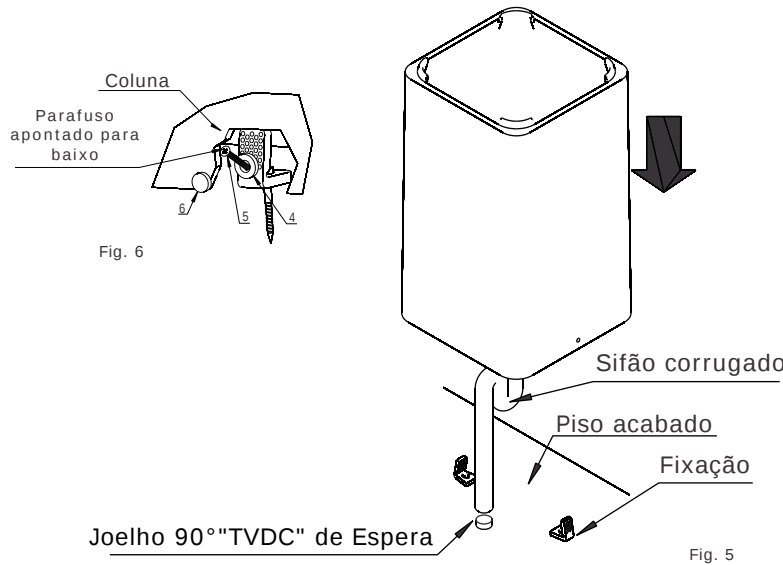
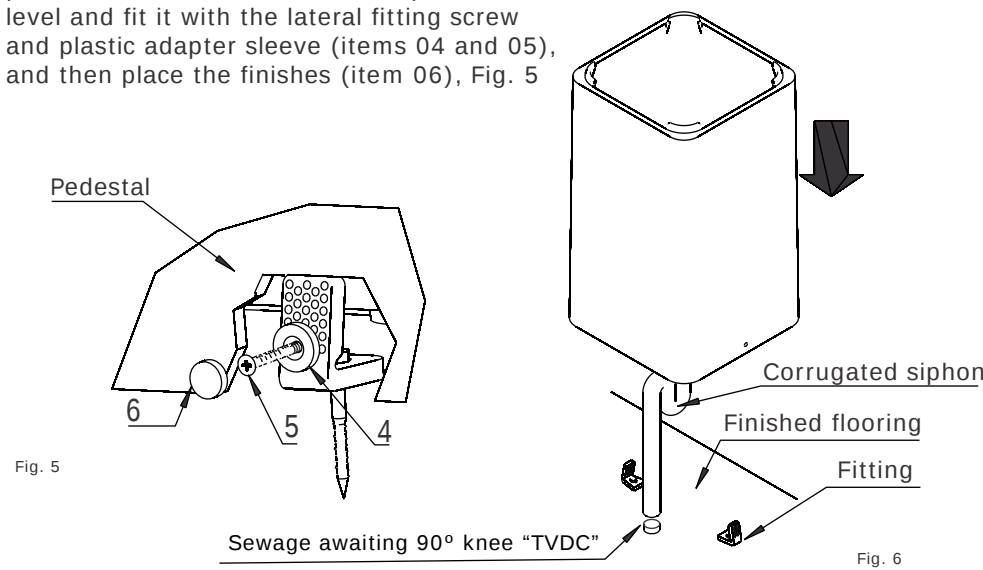

Fig. 5
Fig. 6
- 6 Colocar a coluna em sua posição de instalação no piso, verificar o nivelamento e fixá-la com a bucha plástica e parafuso de fixação lateral (itens 04 e 05), e colocar os acabamentos (itens 06).Fig.5. Obs.: Para melhor fixação da bacia no piso, rosquear o parafuso (item 05) apontando para baixo (Fig. 6.).
- Place the pedestal (column) in its installing position onto the floor, check the pedestal level and fit it with the lateral fitting screw and plastic adapter sleeve (items 04 and 05), and then place the finishes (item 06), Fig. 5